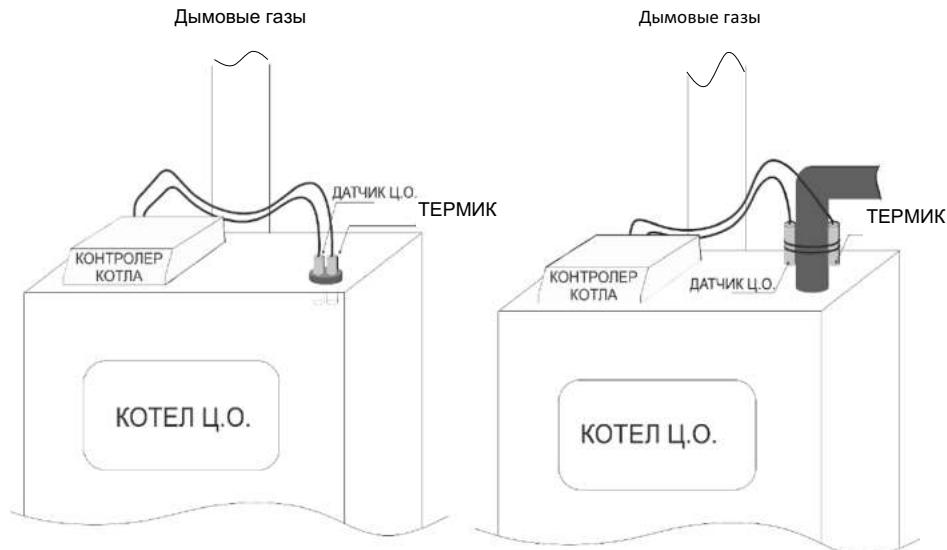

Рисунок 9.2. Схема размещения термика
– Размещение термика и датчика Котла (см. рис.9.2): термик – это биметаллический датчик, который находится рядом с датчиком температуры Котла в капилляре или на трубе подачи воды в установку ЦО как можно ближе к Котлу. Датчик ГВС устанавливается в бойлере.